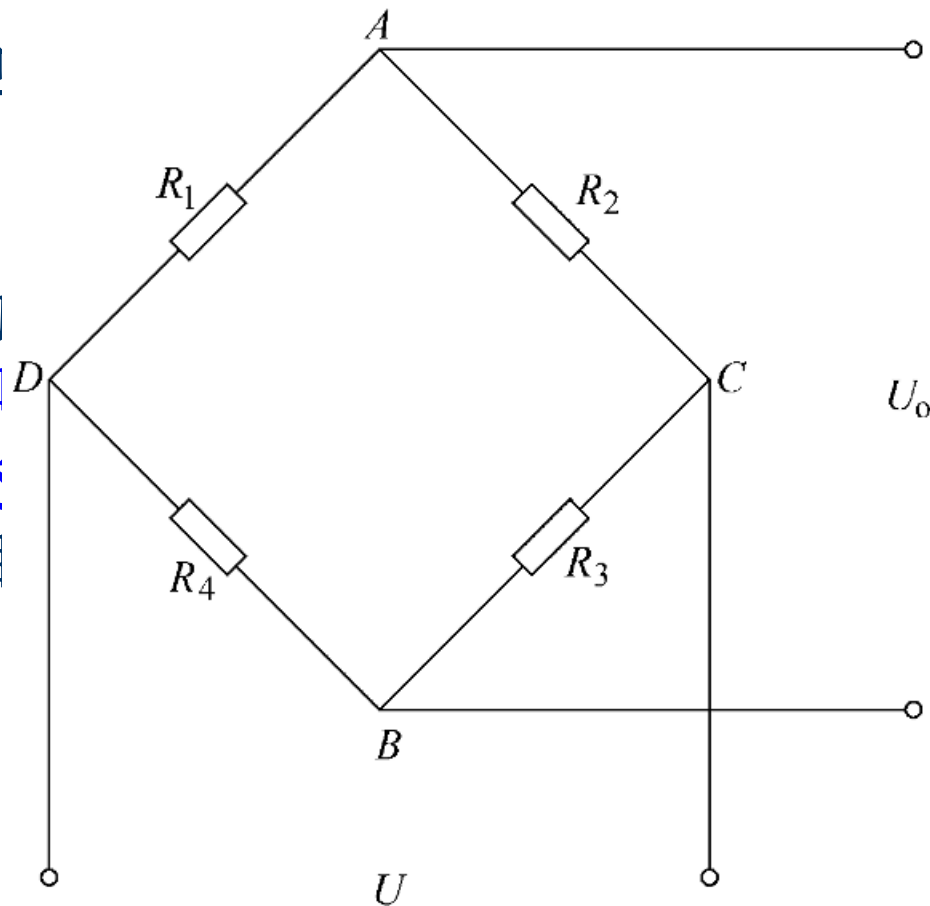

图3-T1 桥式测量电路
- w 目前应变片电桥大都采用交流电桥原理与它相如图3-T1所示。
n 电桥测量电路见图3-T1，图中 $R_1 \sim R_4$ 分别为四桥臂电阻， U 为供桥电压， U_o 为电桥输出电压。当电桥的负载电阻为无穷大时，桥路的输出电压为：